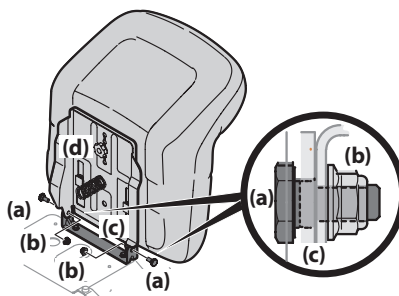

Figure 7
- Positionnez le siège sur le support de montage en alignant les trous aménagés. Voir la Figure 7.
- Fixez l'ensemble du siège avec les deux boulons à épaulement (a) et les contre-écrous (b) retirés précédemment. Voir la Figure 7.
NOTE : Assurez-vous que l'épaulement du boulon est entièrement encastré dans le support du siège avant de serrer le contre-écrou. Voir Figure 7.
- Pour régler la position du siège, retirez le bouton de réglage (d) qui se trouve sous le siège. Faites glisser le siège vers l'avant ou vers l'arrière comme désiré. Resserrez le bouton de réglage. Voir Figure 7 à la page 8.